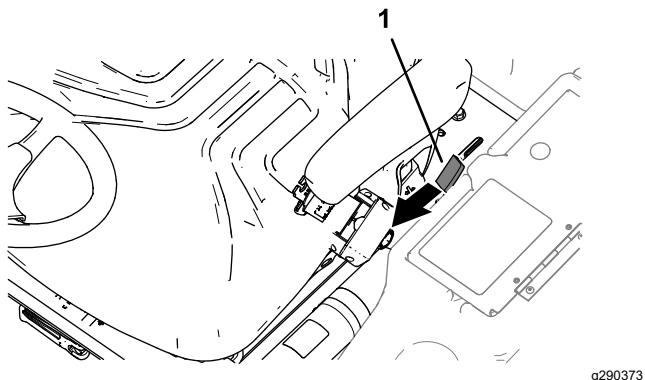

Figure 43
- Déplacez la poignée de verrouillage de la plate-forme (Figure 43) vers l'avant de la machine jusqu'à ce que les crochets du verrou se désengagent de la barre de verrouillage.